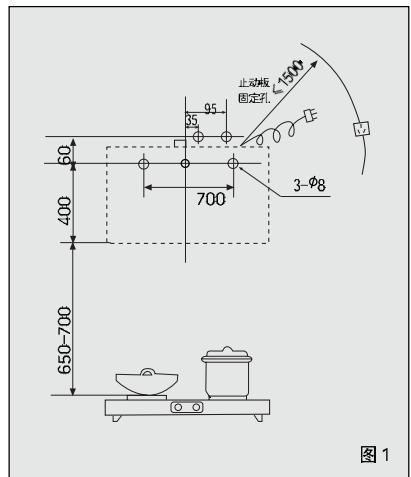
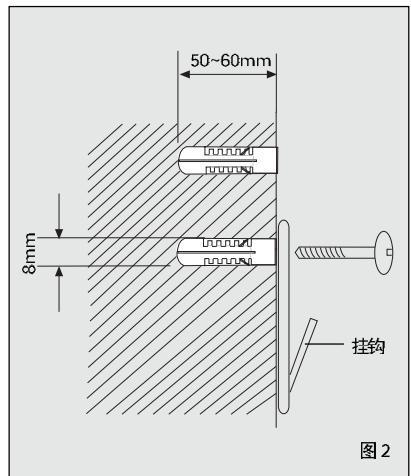

图1
图2
1、按图 1 尺寸在灶具上方坚实的地面准确确定冲击钻钻孔位置。冲击钻配上 M7 的麻花钻头或 M6 的冲击钻头，在钻孔位置上钻出 5 个直径为 8 mm，深为 50~60mm 的孔，牢固埋设膨胀管，在下排的 3 个孔上固定挂钩，旋入木螺钉拧紧（见图 2）。
- ★ 电源插座应在小于 1500mm 的地方（见图 1）。